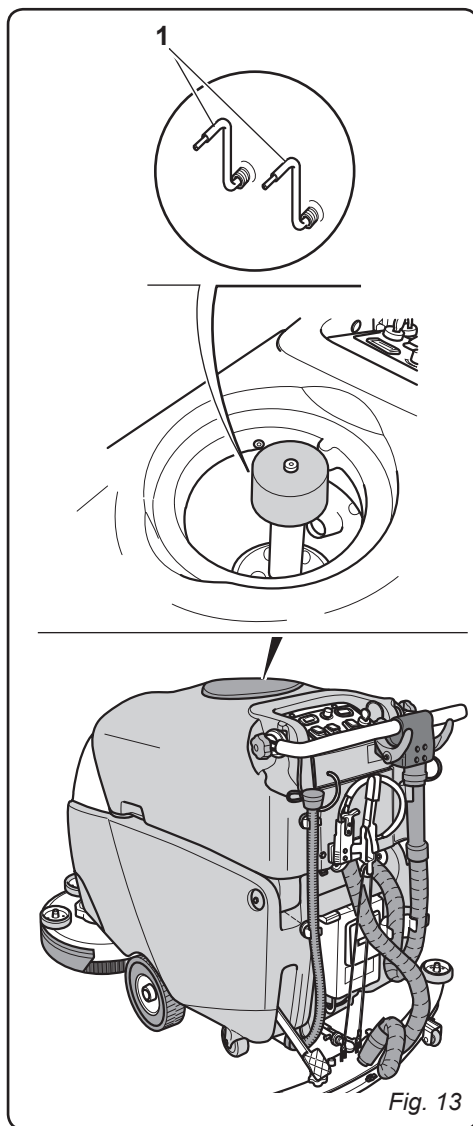

Fig. 13
8.1.e - Alarme niveau maximum d'eau de récupération (Fig. 13)
8.1.f - Hauteur des sondes (Fig. 13)